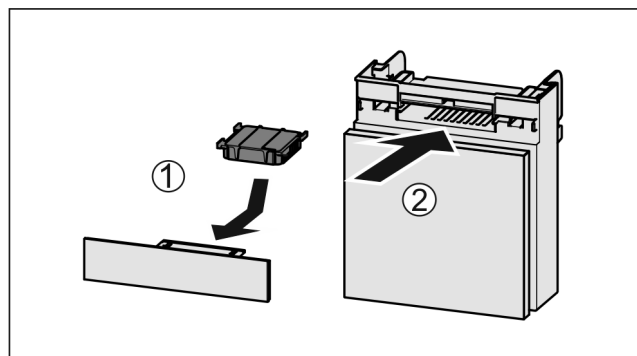

Fig. 55
- Actiefkoolfilter overeenkomstig afbeelding aanbrengen Fig. 55 (1).
- Lade erin schuiven Fig. 55 (2).